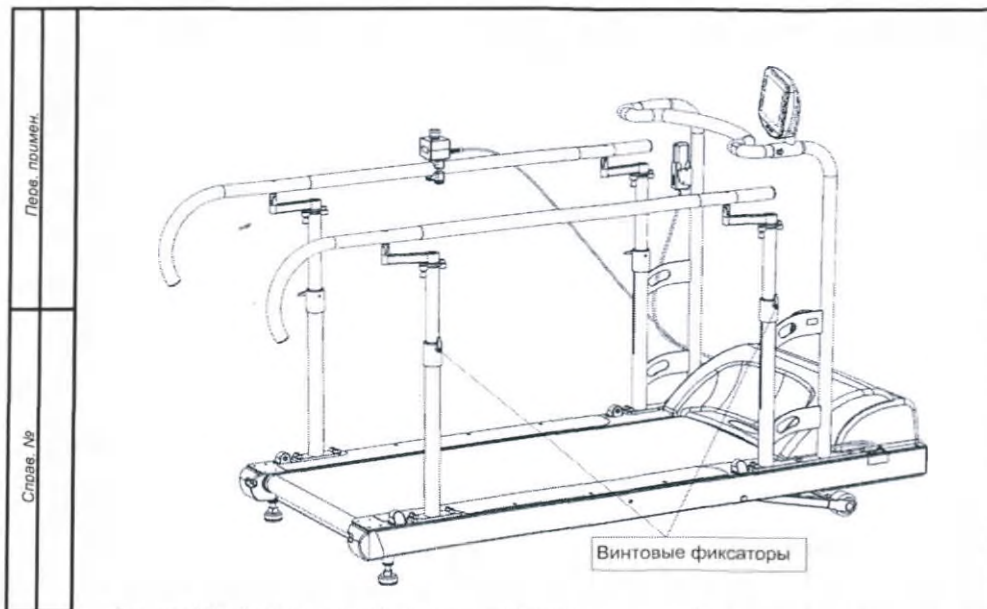

Рисунок 30 – Расположение фиксаторов регулируемых поручней для регулировки по высоте
- Открутите рукоятки фиксаторов, удерживающих поручень (см. рисунок 30).